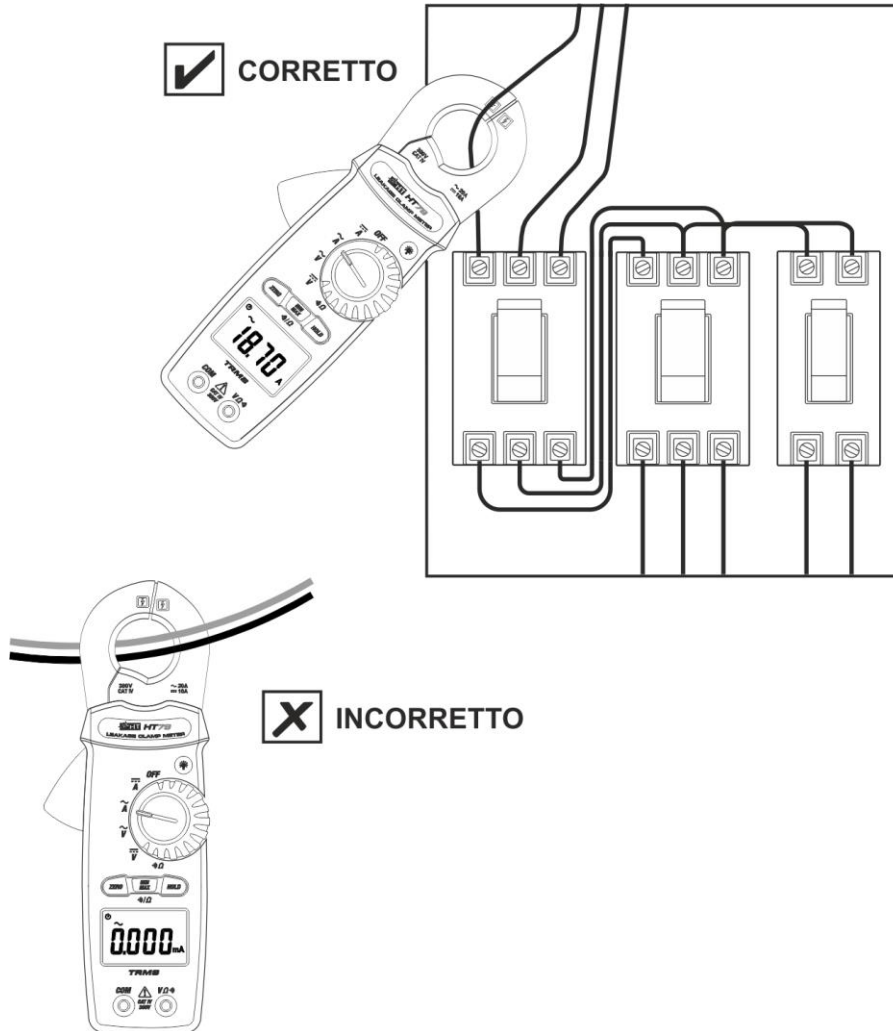

Fig. 9: Uso dello strumento per misura Corrente AC
2. Inserire il cavo all'interno del toroide al centro dello stesso (vedere Fig. 9) al fine di ottenere misure accurate (vedere Fig. 2). Il valore della corrente AC, è visualizzato a display